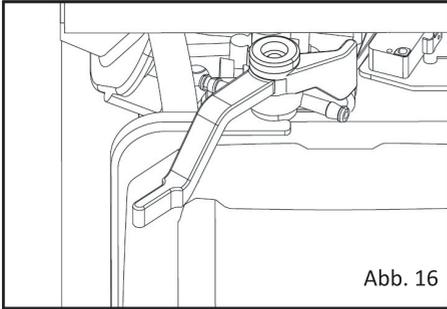

Abb. 16
- Stellen Sie den Hebel auf die Position Off. (Siehe Abb. 16).